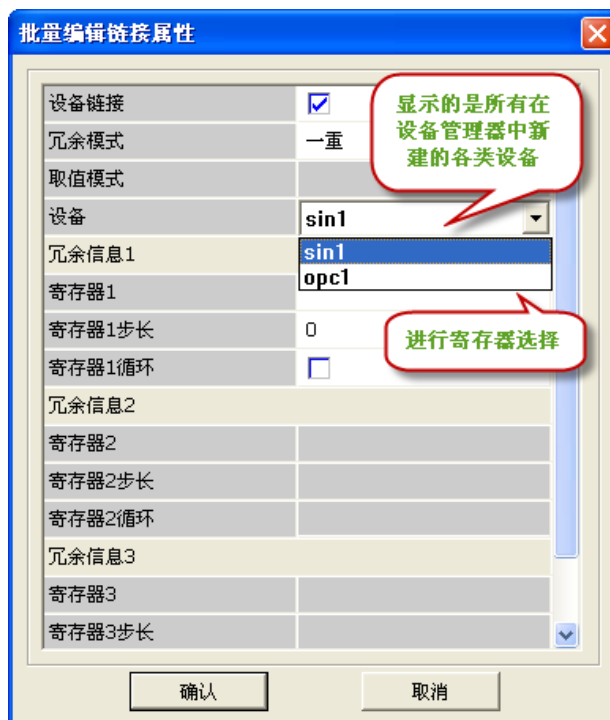

图 6-36 设备连接
(1) 在操作站数据库中新建好记录点，批量链接信息或单点编辑链接信息，如图 6-36 所示。